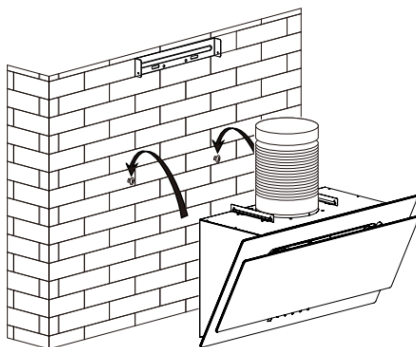

Рис.4
6. Закрепите кухонную вытяжку на шурупы. Закрепите вытяжку предохранительными винтами 2 шт ST4 \* 30 мм. Смотрите рис. 4.